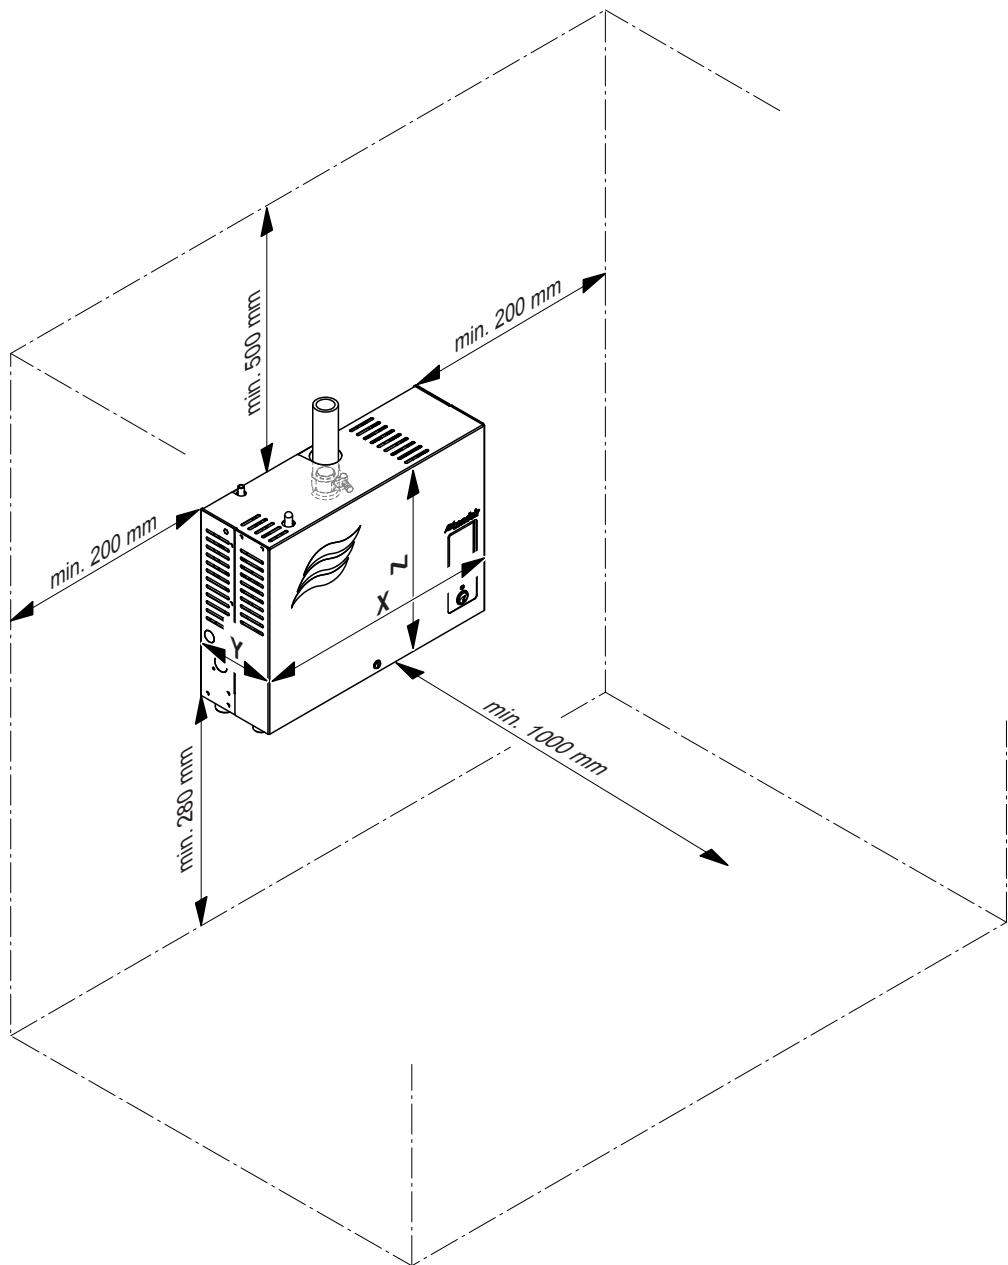

Abb. 3: Einzuhaltende Abstände
- Der Dampf-Luftbefeuchter Condair RM ist für die Wandmontage oder mit den optionalen Bodenblechen für die Bodenmontage konzipiert. Darauf achten, dass die Konstruktion (Wand, Pfeiler, auf dem Boden befestigte Standkonsole, etc.) an der bzw. auf die das Gerät montiert werden soll, eine **ausreichende Tragfähigkeit** (Gewichtsangaben beachten, siehe Mass- und Gewichtstabelle nach Abb. 3) aufweist und für die Befestigung geeignet ist.
- Den Condair RM so platzieren, dass das **Gerät gut zugänglich** und genügend Platz für die Wartung vorhanden ist. Die **Minimalabstände** gemäss Abb. 3 müssen eingehalten werden.